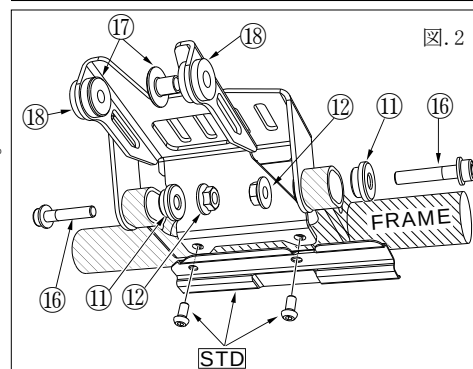
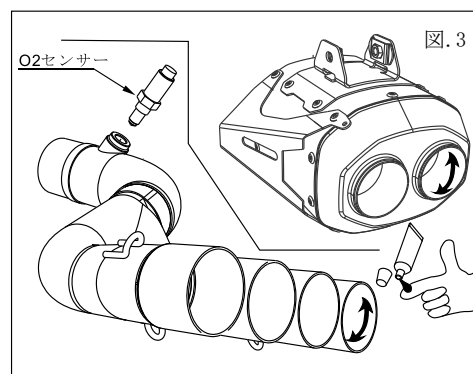

図. 2
図. 3
- ② 図2. を参考にサブステーASSY（部品表⑧）へグロメットラバー（部品表⑬）、グロメットカラー（部品表⑭）を組込み、車体へ取り付けます。
- ③ テールパイプ ASSY（部品表⑤）へ **STD** O2 センサーを取り付けます。
- ④ テールパイプ ASSY（部品表⑤）、サブサイレンサー（部品表⑥）の各差込口に液体ガスケット ME30（部品表⑳）を薄く塗り込んでください。（図. 3）